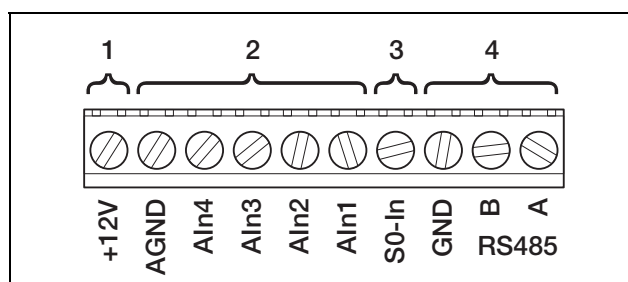

Figura 46: Abrazadera
- Conecte los cables según la asignación de conexión (tabla 9) al borne (4 en la figura 46).
- Conecte los cables según la asignación de conexión (figura 46 y tabla 9) al borne.
En el borne para las interfaces analógicas (figura 46) también se encuentran conexiones para la **interfaz RS485 de serie**. Mediante RS485 pueden interconectarse en redes hasta 200 inversores en función de los inversores utilizados. Al RS485 pueden conectarse otros componentes.